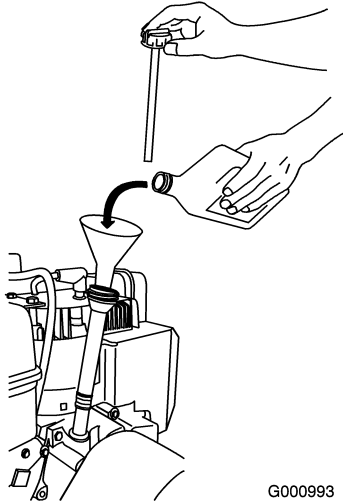

Figure 35
2. Sortez de nouveau la jauge et contrôlez le niveau d'huile (Figure 35). Ajoutez de l'huile, si le niveau est en dessous du repère Add sur la jauge (voir Plein d'huile du carter moteur).